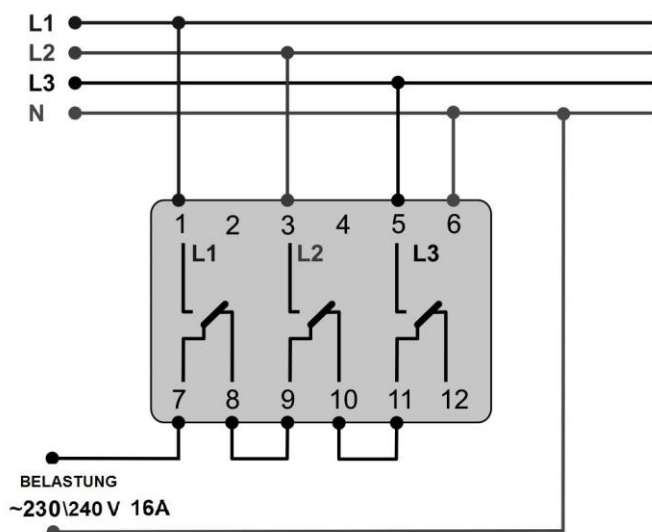

Abbildung 2 – Schaltplan des Gerätes PEF-301 bei Belastung bis 16 A
Die Auslöseschwellen des Gerätes werden vom Nutzer eingestellt. Dies sind minimale und maximale Spannungswerte, bei denen das Gerät ausgelöst und die Belastung ausgeschaltet wird (schaltet auf die Reservephase um). Das Gerät wird zum dreiphasigen Netz entsprechend der Abbildung 2 mittels der Kontakte **1 (L1), 3 (L2), 5 (L3), 6 (N)** angeschlossen.
Bei Belastung bis 16 A sind die Brücken zwischen den Kontakten 8–9 und 10–11 zu setzen (Abbildung 2).